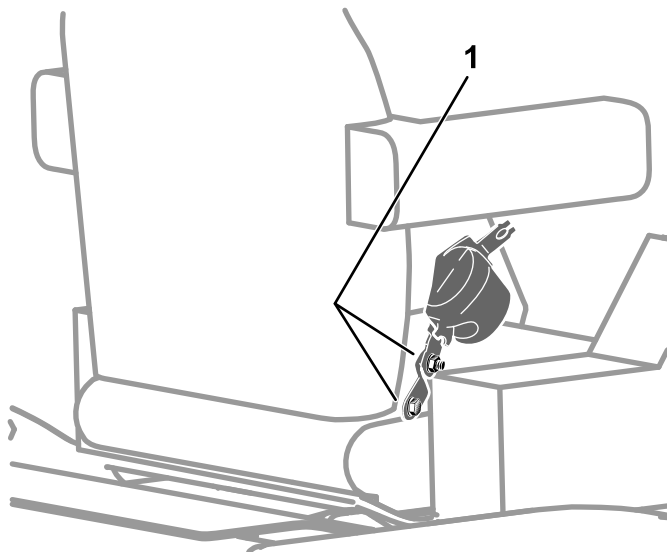

Figura 114
2. Controllate che i bulloni e i dadi che fissano il riavvolgitore della cintura e la fibbia al sedile siano serrati a una coppia di 47–61 Nm; fate riferimento a Figura 114.